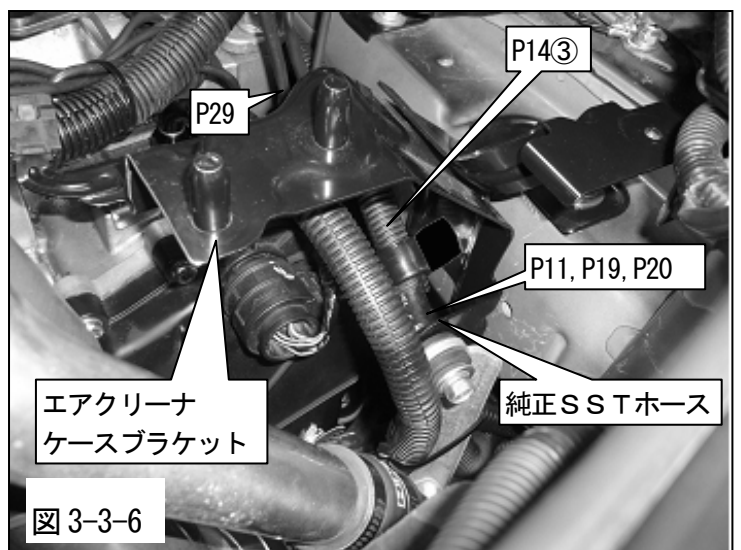

図 3-3-6
(12) S S T ホースφ9③がドライブシャフト等と干渉しないようにタイラップ(大)で車両に固定してください。(図 3-3-6)